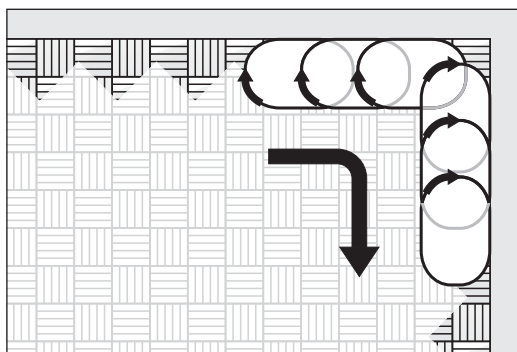

Abb. 12 FLIP® mit **kurzem** oder **langem** Vorsatz:
- Die FLIP® mit **kurzem** oder **langem** Vorsatz wird beim Schleifen mit kreisenden Bewegungen **im Uhrzeigersinn** bewegt (Abb. 12)!